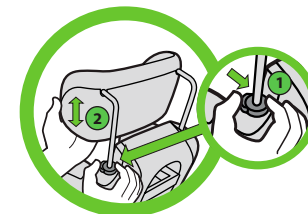

Figura 6
Presione el botón de ajuste del apoyacabezas situado en el lado derecho del asiento (viendo el asiento de frente) (1) y suba o baje el apoyacabezas hasta la posición deseada (2), tal como se ilustra en la **figura 6**.